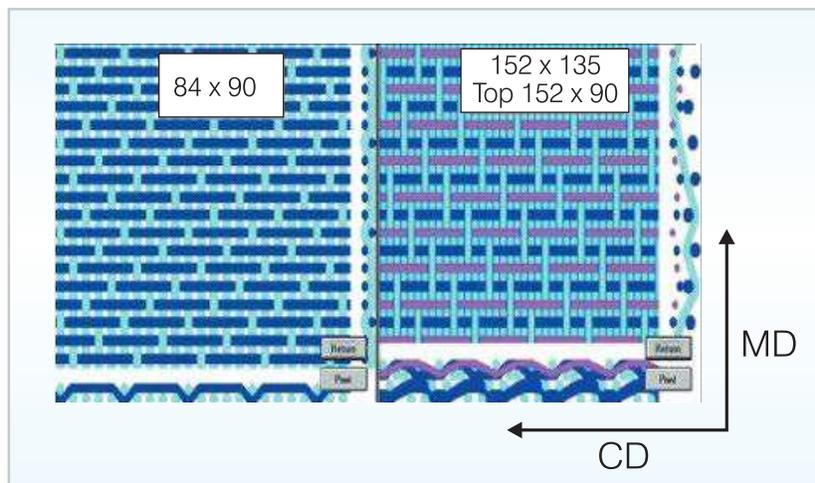

Figura 4: *84 x 90 capa simple y 152 x 135 doble capa y media*
**Mesh (MD) x Count (CD).** El *mesh* o *count* de la tela formadora, se refiere al número total de hilos MD o CD, respectivamente, por centímetro o pulgada. Para una tela doble capa y media, el *count* sobre la superficie superior es en realidad dos terceras partes del *count* total. Si comparamos una capa simple con un nivel de *count* de 90, con una tela doble con soporte con un nivel de *count* de 135, veremos que el *count* real del lado superior de ambas es igual (figura 4), es decir, las dos telas tendrían en su lado superior 90 hilos CD por pulgada.